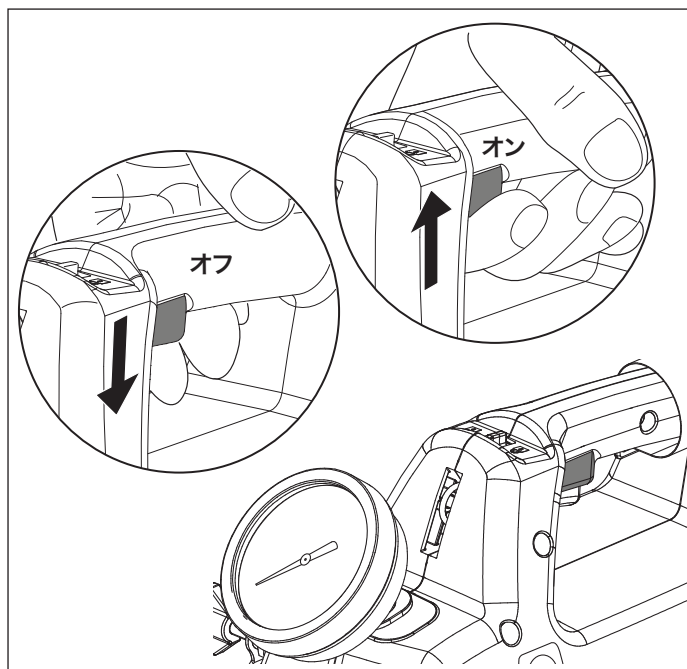

図9:トリガースイッチ
3. ポンプモーターを始動し、キャリングハンドルをしっかりと握り、トリガースイッチを上方へ引き上げて圧力を上げます。図9を参照してください。
9. トリガースイッチを引き上げてモーターを始動します。ホースの開口部から流れ出るオイルが止まるまでモーターを動かし続けます。その後、トリガースイッチを放します。図9を参照してください。